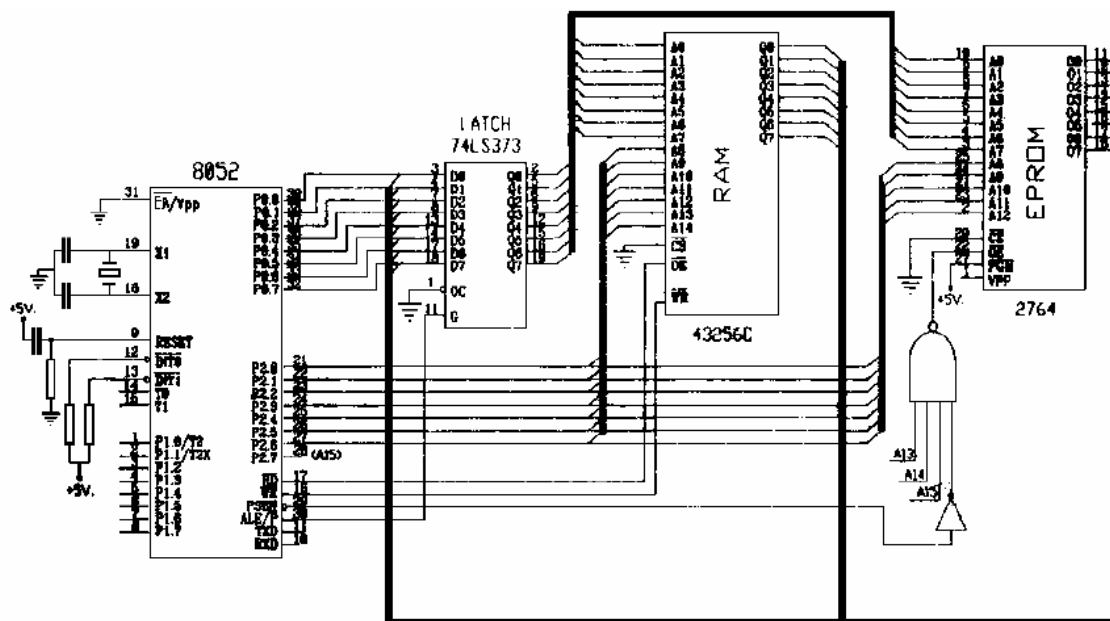

Figura 6.2. Ciclo de Escritura en la Memoria Externa de Datos
Para un mejor entendimiento y seguimiento de los cronogramas anteriores, en la figura 6.2 se dibuja un esquema en el que aparece el microcontrolador comandando una memoria RAM (43256C) y una memoria EPROM (2764).
La señal $\overline{\text{PSEN}}$ el byte bajo del bus de direcciones en el primer estado (ciclo de reloj), y así permite direccionar, durante todo el ciclo de instrucción, mientras esas mismas líneas son utilizadas, en el resto del ciclo de instrucción, como bus de datos. En la Figura 6.2 se puede observar que la lectura en la memoria de programas se realiza cuando PSEN está a nivel bajo y las líneas A13, A14 y A15 se encuentran a nivel alto, siendo el resto de las líneas de dirección las que establecen la posmen exacta del byte de instrucción u operando que ha de ser leído.
1. Cuando la señal EA es activa, caso de la Figura 6.2
2. Cuando el contador de programa (PC) contiene un número más grande que 0FFFH para el 8051 o para el 8052.